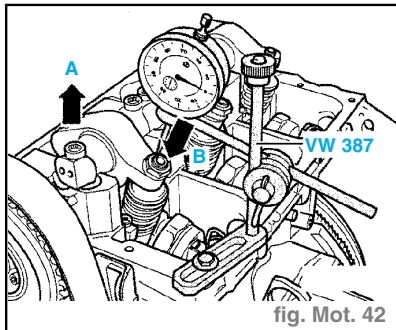

fig. Mot. 42
- Mettre en place un comparateur sur la vis de réglage de l'injecteur-pompe, comme indiqué sur la figure (fig. Mot. 42).